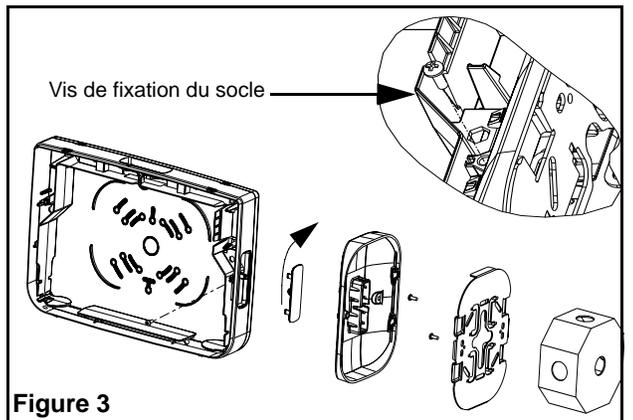

Figure 3
- a. Socle requis. Attacher la plaque de fixation à la boîte de jonction à l'aide des vis de la boîte de jonction. Retirer le bouchon d'obturation du trou du dessus ou du côté du boîtier selon l'orientation de l'installation (voir fig. 3). Passer les fils d'alimentation CA par le trou et ensuite à travers le socle. Fixer le socle à l'enseigne et sécuriser l'assemblage avec la vis de fixation du socle. Effectuer les connexions nécessaires. Le socle à ins-